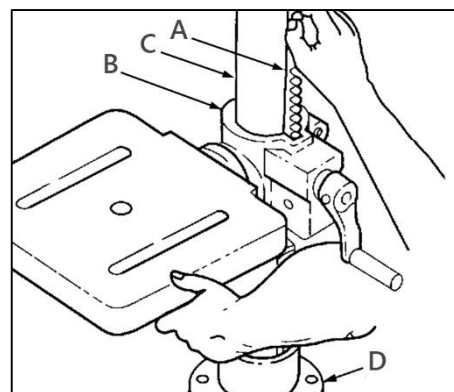

Рисунок 5.
Установите зубчатую рейку так, чтобы ее длинный гладкий конец смотрел вверх, в таком положении вставьте ее в паз в отверстии кронштейна стола. Соедините зубчатую рейку с шестерней, расположенной внутри паза, в зацеп. Удерживая зубчатую рейку (А) (рис. 5) и кронштейн стола (В) вместе, опустите их вниз по колонне (С). Опускайте зубчатую рейку вниз по колонне до тех пор, пока она не упрется в фланец (D) колонны.